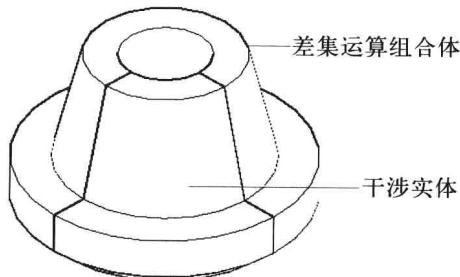

图 9-1-15
- (4) 对干涉对象满意之后，单击“关闭”按钮，创建干涉对象。
- (5) 在“实体编辑”面板中单击“差集”按钮 ，单击三维实体，按 Enter 键，再单击长方体并按 Enter 键，效果如图 9-1-15 所示。